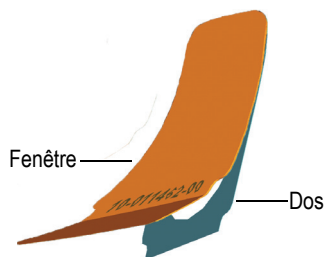

Figure 4-2 Retrait de la pellicule au dos de la nouvelle fenêtre
1. Retirez complètement la pellicule au dos de la nouvelle fenêtre (voir Figure 4-2 à la page 96).